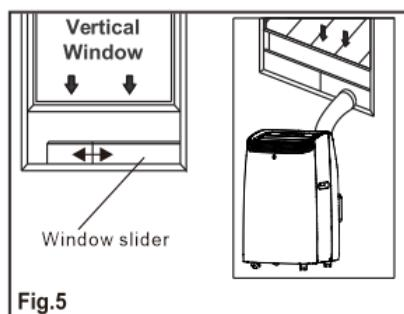

Fig.5
4. Fixe a saída da mangueira no kit deslizante da janela e sele. (Fig. 5 & 6).